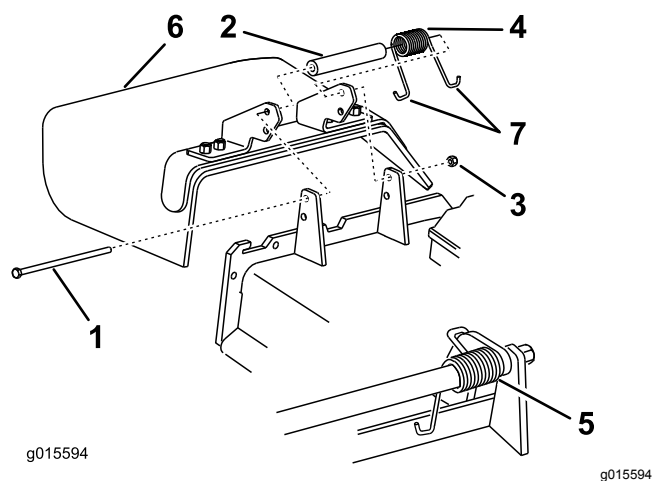

Figure 104
1. Retirez le contre-écrou, le boulon, le ressort et l'entretoise qui fixent le déflecteur aux supports de pivot (Figure 104).
2. Enlevez le déflecteur s'il est endommagé ou usé (Figure 104).
Remarque: Prenez soin de placer une extrémité en **J** du ressort derrière le bord du tablier avant de mettre le boulon en place, comme montré à la Figure 104.
6. Accrochez l'extrémité en **J** du ressort au déflecteur d'herbe (Figure 104).